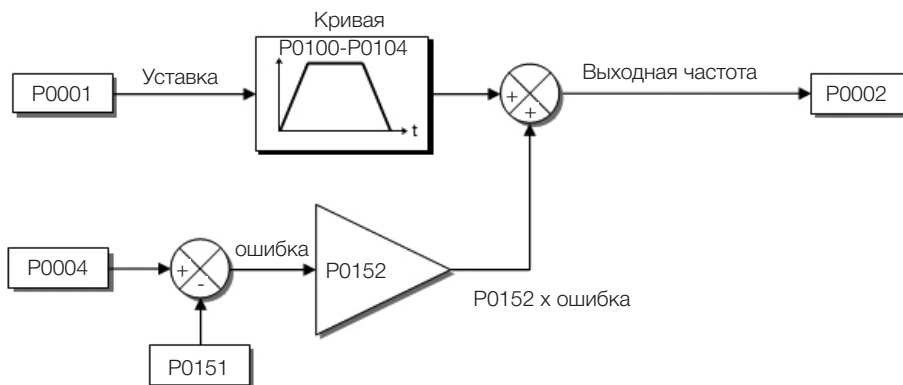
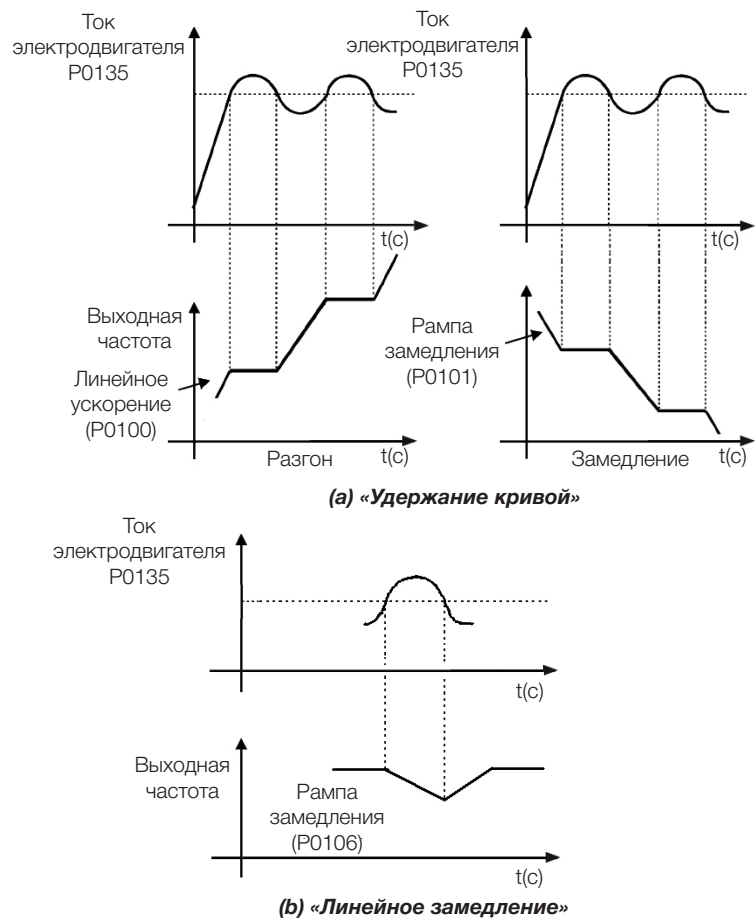

Рисунок 9.8: Блок-схема ограничения напряжения промежуточного звена постоянного тока – ускорение кривой
Рисунок 9.10: (a) и (b) Режимы активации ограничения тока через P0135
- Включение: напряжение промежуточного звена постоянного тока измеряется (P0004) и сравнивается со значением, установленным в P0151; разница между данными сигналами (ошибка) умножается на пропорциональное усиление (P0152); результат затем добавляется к выходу кривой как показано на Рисунок 9.8 на странице 9-12 и Рисунок 9.10 на странице 9-14.
- Включение: если ток двигателя превышает значение, указанное в $P0135$, во время разгона или замедления, скорость больше не будет повышаться (ускорение) или понижаться (замедление). Когда ток двигателя достигает значения ниже $P0135$, двигатель снова начнет ускорение или замедление. См. Рисунок 9.10 на странице 9-14.
- Включение: если ток двигателя превышает значение, установленное в $P0135$, для ввода кривой скорости используется нулевое значение, что приводит к замедлению двигателя. Когда ток двигателя достигает значения ниже $P0135$, двигатель снова начнет ускоряться. См. Рисунок 9.10 на странице 9-14.
Уровень тока для включения ограничения тока для режимов удержания и замедления кривой, как показано на Рисунок 9.10 на странице 9-14, соответственно.